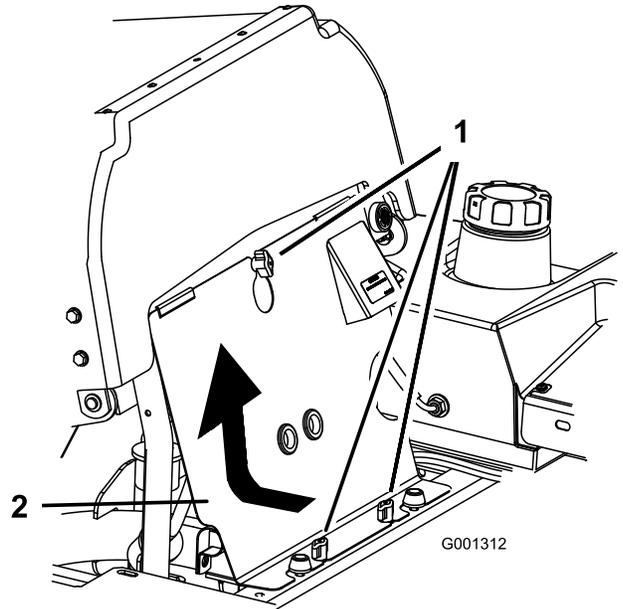

Bild 63
1. Kippen Sie den Sitz nach vorne und entfernen Sie die vordere Motorverkleidung (Bild 63).